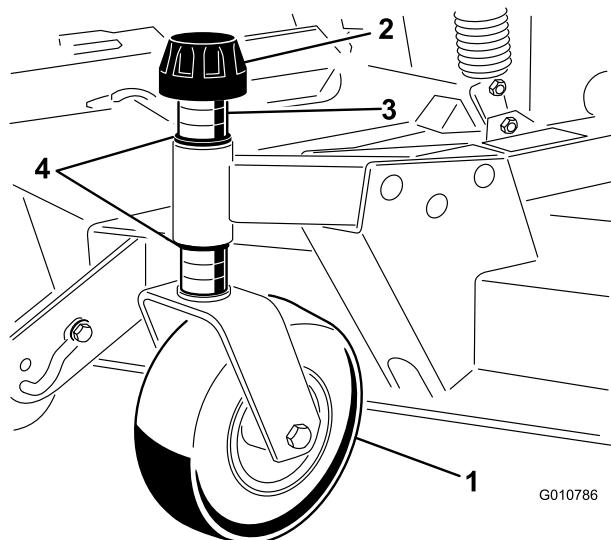

図 8
- スピンドルシャフトからテンショニングキャップを外し、前キャスタアームからスピンドルを抜き出す図 8。